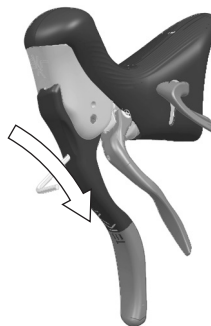
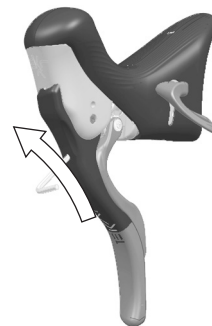

図.5
図.6
- ・ ハンドルバーからレバーの距離を遠くするには、時計回りにねじを回します (図5)。また、ハンドルバーからレバーの距離を近くするには、反時計回りにねじを回します (図6)。